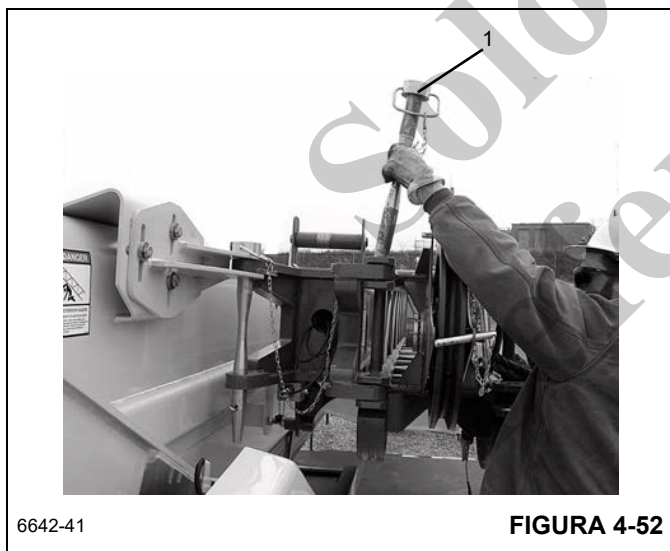

FIGURA 4-52
15. Si no se utilizó la sección de plegado doble de 23 pies (7 m), retire el pasador de almacenamiento (1, Figura 4-52) de la sección de plegado doble y colóquelo en la conexión de la sección de celosía/plegado doble. Instale la pinza de retención en el pasador.